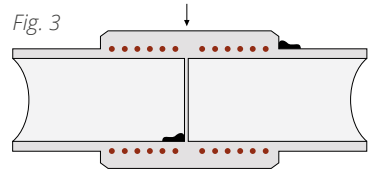

Fig. 4
- Skråkappede rør-ender (se fig. 4)